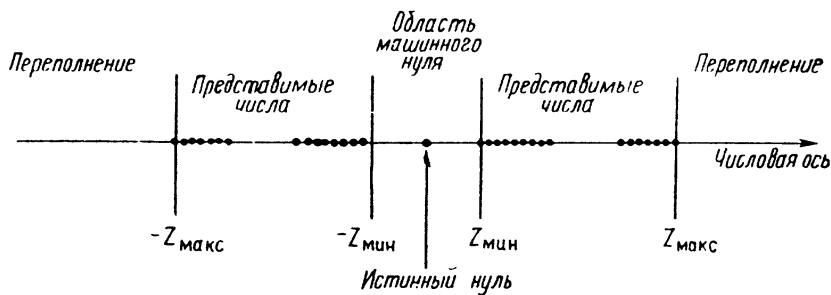

рис. 7
**Форматы целых двоичных чисел.** Система вещественных двоичных чисел, применяемая в ручных расчетах, предполагается бесконечной и непрерывной, никаких ограничений на диапазон и точность не накладывается. Реализовать такую систему чисел в технических устройствах невозможно. В компьютерах размеры регистров и ячеек памяти фиксированы. Поэтому система машинных чисел оказывается конечной и дискретной. В любом компьютере имеются максимально представимое число  $Z_{\text{макс}}$  и минимально представимое число  $Z_{\text{мин}}$ , между ними находится конечное множество допустимых чисел (рис.7). Если результат операции превышает  $Z_{\text{макс}}$ , возникает переполнение, и дальнейшее продолжение работы не имеет
Принципиальная схема каждого узла показана на **рис.7**. (подключается к точкам КТ1–КТ3 (см. рис.2 и 6). Он представляет собой счетчик количества смен отпирающего кодового слова, обнуляющийся при начальной установке ГПСП и рассчитанный на подсчет не более 9999 смен. Индикатор HG1 приемного устройства должен быть размещен в месте, недоступном для его повреждения посторонними, но доступном для обозрения пользователями. Перед обращением к приемнику каждый из пользователей должен выставить кнопкой SB3 "Шаг" (см. рис.2) число на индикаторе своего передатчика на единицу большее, чем число, отображаемое на индикаторе приемника. После отпираения системы последнее увеличивается на единицу. Кнопку "Шаг" при выполнении этой процедуры следует каждый раз нажимать только после окончания звукового сигнала BQ2 (рис.2).
Передающее устройство вместе с узлом индикации смонтировано в корпусе размерами 190x60x25 мм методом объемного монтажа. В качестве элементов питания использованы две пальчиковые батарейки "AA" (D=14 мм, L=50 мм). Ток потребления в ждущем режиме не превышает 50 мкА. Микросхемы K176IE4 узла индикации при питающем напряжении +3 В вполне работоспособны. Показанный на рис.7 индикатор HG1 ИЖЛ5-4/8 может работать только при положительной температуре, поэтому при эксплуатации системы в зимних условиях целесообразно заменить его на подходящий импортный с расширенным в отрицательную область рабочим температурным диапазоном. Кнопки SB1–SB3 (рис.2) во избежание случайного нажатия целесообразно поместить под предохранительную шторку. При правильном монтаже передающее устройство в наладке не нуждается.
PIN 9 (на рис.7 не показаны). Сигнальный провод от фотоприемника должен быть в экранирующей оплетке, соединенной с общим проводом. Ток потребления всего устройства от источника +6 В не превышает 3 мА.